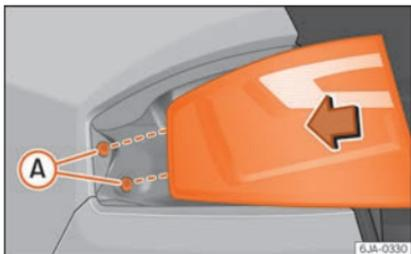

Abb. 102 Heckleuchteneinheit einbauen
- Drücken Sie Heckleuchteneinheit nach hinten (in Fahrtrichtung), sodass die Befestigungen in die Gummibuchsen »» **Abb. 102** **A** greifen.